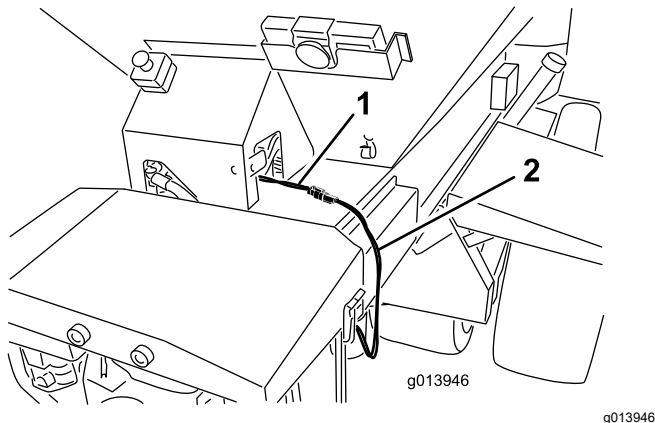
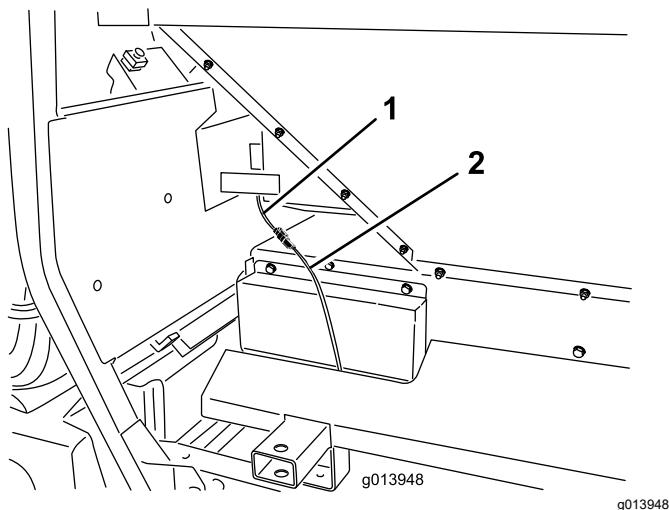

Bild 18
Bild 19
3. Stecken Sie den Zwischen-Kabelbaum in den Stromkabelbaumanschluss der Maschine (Bild 18 oder Bild 19).